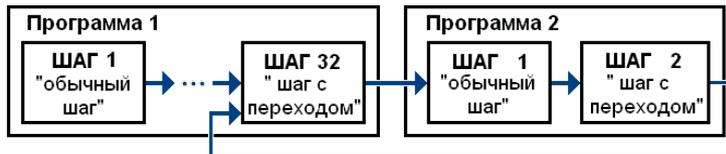

Рисунок 7 – Примеры Программ, которые можно реализовать с помощью различных типов шагов
- программу, состоящую более чем из 32 шагов (рис. 7, б, г);
- программу, работающую по бесконечному циклу (рис. 7, в, г).
Нециклическая программа в приборе (рисунок 7, а, б) состоит из последовательности «обычных шагов» и «шагов с переходом», которая заканчивается шагом типа «конец программы».